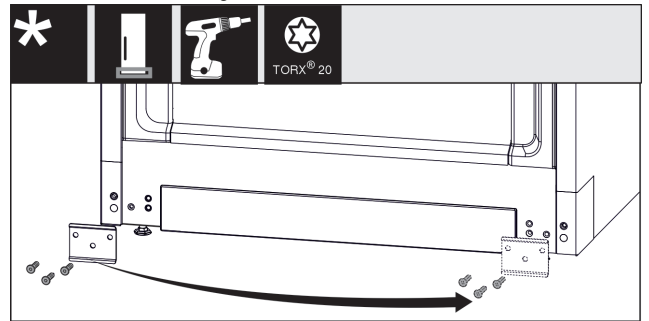

Fig. 15
- ▶ Desatornille la placa Fig. 15 (1), muévala hacia el otro lado y vuelva a atornillarla.